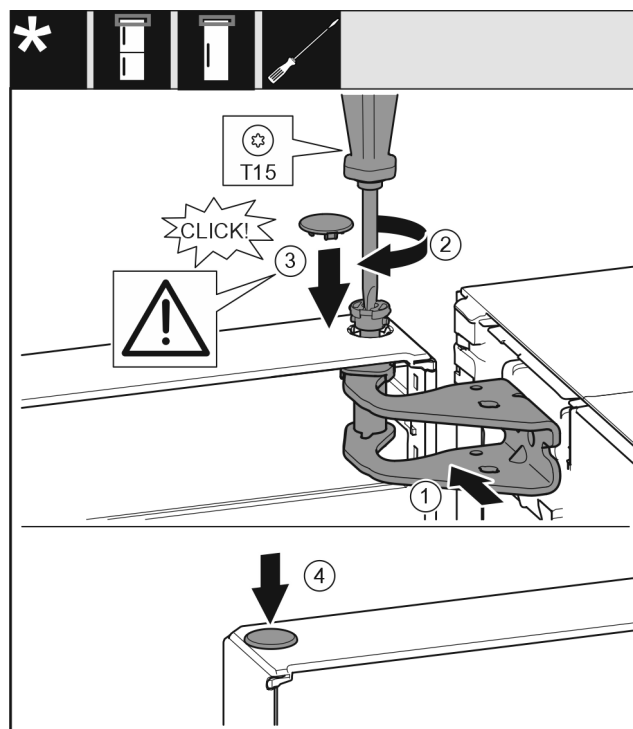

Fig. 19
- Deur boven uitlijnen op de opening in de lagerbus. Fig. 19 (1)
- ▶ Bouten aanbrengen en met schroevendraaier T15 vastschroeven. Fig. 19 (2)
- ▶ Veiligheidsafdekking voor de veiligheid van de deur monteren: Veiligheidsafdekking aanbrengen en controleren of deze op de deur rust. Anders bout volledig aanbrengen. Fig. 19 (3)
- ▶ Stop aanbrengen. Fig. 19 (4)